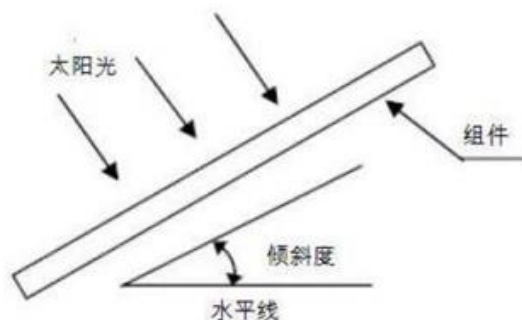

图2 太阳能组件安装倾斜角
5.1.6 太阳能组件的倾斜角指的是组件表面与地平面之间的夹角, 如下图 2 所示, 组件表面与太阳光垂直的时候功率输出最大。要了解最佳的安装倾斜角的详细信息, 请参考咨询当地可靠的太阳能系统安装公司。